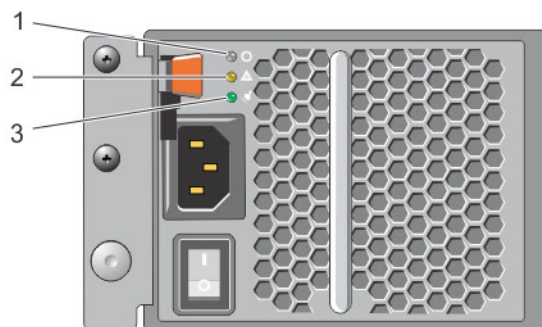

Figure 8. Commutateur et voyants de commutateur de bloc d'alimentation en CA
1. Localisez le commutateur d'alimentation, situé sous la prise d'alimentation. Voir la Figure 8.